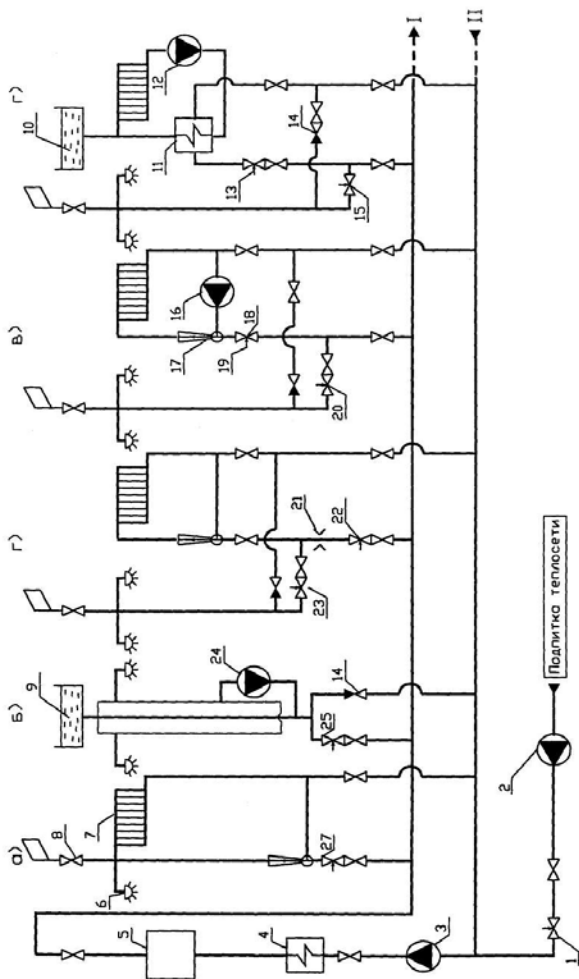

Рис. 9.2. Открытая система теплоснабжения
Возможные варианты присоединения потребителей к таким системам приведены на рис. 9.2. На этом рисунке цифрами обозначены: 1 - регулятор подпитки; 2 - подпиточный насос; 3 - сетевой насос; 4 - подогреватель обратной воды; 5 - водогрейный котел; 6 - потребители горячей воды в системе ГВС; 7 - потребители теплоты в системе отопления; 8 - воздушные краны; 9 - аккумулятор горячей воды в системе ГВС; 10 - расширительный бак в системе отопления; 11 - подогреватель воды в независимой системе отопления; 12 - насос циркуляции воды в системе отопления; 13, 18 (19) - регуляторы температуры воздуха в помещениях; 14 - обратные клапаны; 15, 20, 23, 25 - регуляторы температуры горячей воды у потребителей 6; 16 - насос для циркуляции воды в отопительной системе при отключении тепловой сети (насоса 3); 17 - элеватор; 21 - постоянное сопротивление (дроссельная шайба); 22, 27 - регулятор расхода воды из тепловой сети; 24 - насос рециркуляции воды в системе ГВС; 26 - смеситель.
Отопительные установки присоединяются к тепловой сети по тем же схемам, как и в закрытых системах теплоснабжения. Схемы присоединения установок ГВС принципиально отличаются от рассмотренных ранее. Горячее водоснабжение потребителей производится водой непосредственно из тепловой сети (рис. 9.2, а). Вода из подающей линии I поступает через клапан регулятора температуры 25 в смеситель 26 (рис. 9.2, б). В этот же смеситель поступает вода из обратной линии II через обратный клапан 14; в смесителе 26 поддерживается постоянная температура (около 60°C). Обратный клапан препятствует попаданию воды из линии I в линию II. Зарядка аккумулятора горячей воды 9 производится под напором воды в тепловой сети при малом водоразборе потребителями 6. При увеличении водоразбора горячая вода из аккумулятора 9 под статическим напором поступает к потребителям. Регулятор расхода 22, установленный на общей подающей линии абонентского ввода (ИТП), поддерживает постоянный расход воды на ГВС и отопление (рис. 9.2, в). Во время повышенного разбора воды на ГВС снижается подача во-
ды на отопление. Недоданная на отопление теплота компенсируется в часы малого отбора воды на ГВС. На схемах (рис. 9.2, г, д) местное регулирование отопительной нагрузки производится по температуре воздуха в помещениях (по зависимой и независимой схемам).